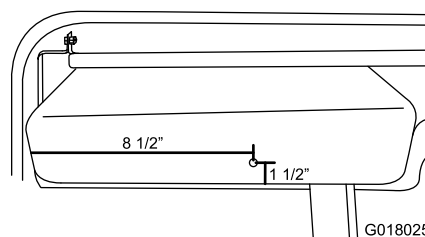

Bild 20
- Bohren Sie ein Loch (5/16") in das Handschuhfach mit einem Abstand von 216 mm von links und 38 mm von unten (Bild 20).